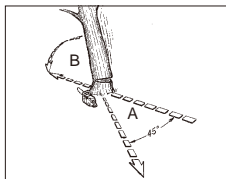

Fig. 11A
⚠ ADVARSEL: En tilflugssti (A) bør planlægges og gøres klar, før nedskæringerne går i gang. Tilflugsstien skal gå bagud og diagonalt bagved den forventet retning af hvor træet skal falde, som vist i fig. 11A.
ADVARSEL: Som fældesnippet kommer tættere på falsen, skulle træet gerne begynde at falde. Når træet begynder at falde, skal du fjerne saven fra snittet, stands motoren, læg saven ned, og forlad området via tilflugtsstien (Fig. 11A).